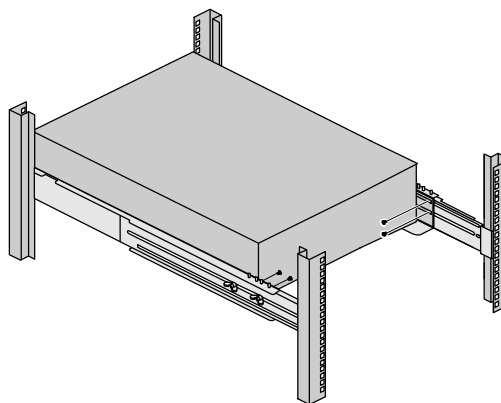

Рисунок 10. Крепление задних прижимных скоб
- 14. Опции.** Если вы установили задние прижимные скобы, закрепите скобы на задних направляющих с помощью двух винтов для каждой скобы (см. Рисунок 10).